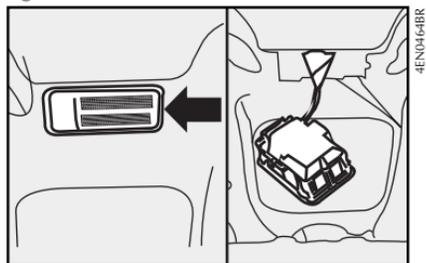

fig. 63
- saque el transparente **fig. 63**, haciendo palanca con un destornillador en el punto indicado por la **flecha-fig. 63**;